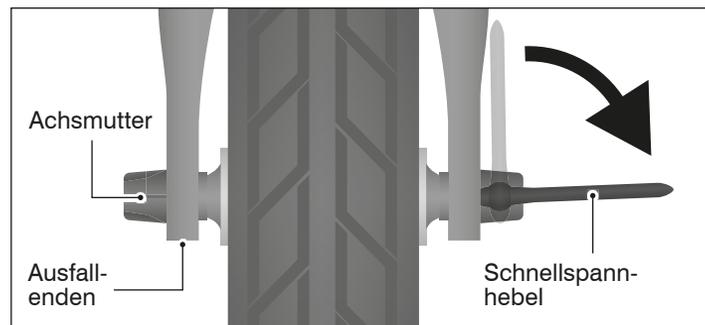

Abb.: B-4 Öffnen der Schnellspannachse.
1. Legen Sie den Schnellspannhebel nach außen hin um (siehe Abb.: B-4).
1. Setzen Sie das Laufrad in die Ausfallenden (siehe Abb.: B-4).